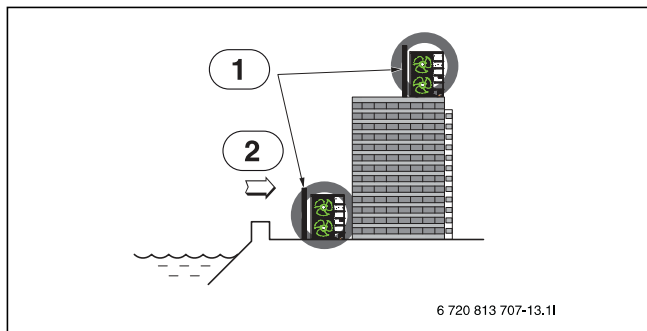

Bild 14
- ▶ Skydda uteenheten med ett vindskydd vid behov, om den ska installeras på sjösidan (→ Bild 14).